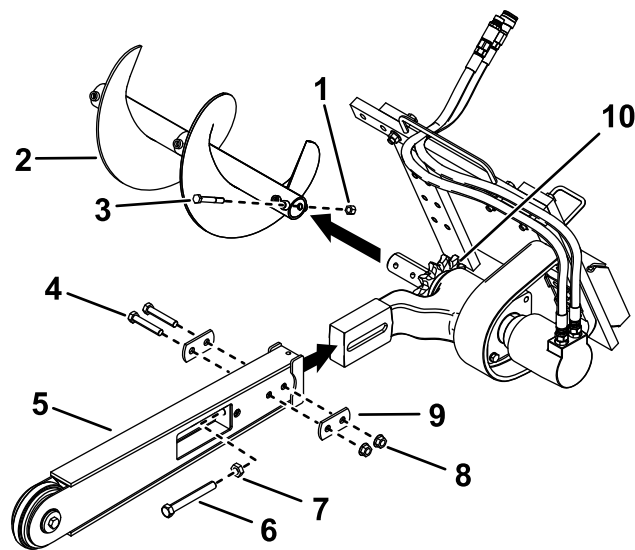

Figura 3
3. Retire el perno y la tuerca que sujetan el sinfín y retire el sinfín (Figura 3).
4. Retire los 2 pernos (5/8" x 3-1/2"), las 2 tuercas (5/8") y las 2 arandelas dobles de los laterales de la espada (Figura 3).
5. Afloje el perno de ajuste y la contratuercas (Figura 3).